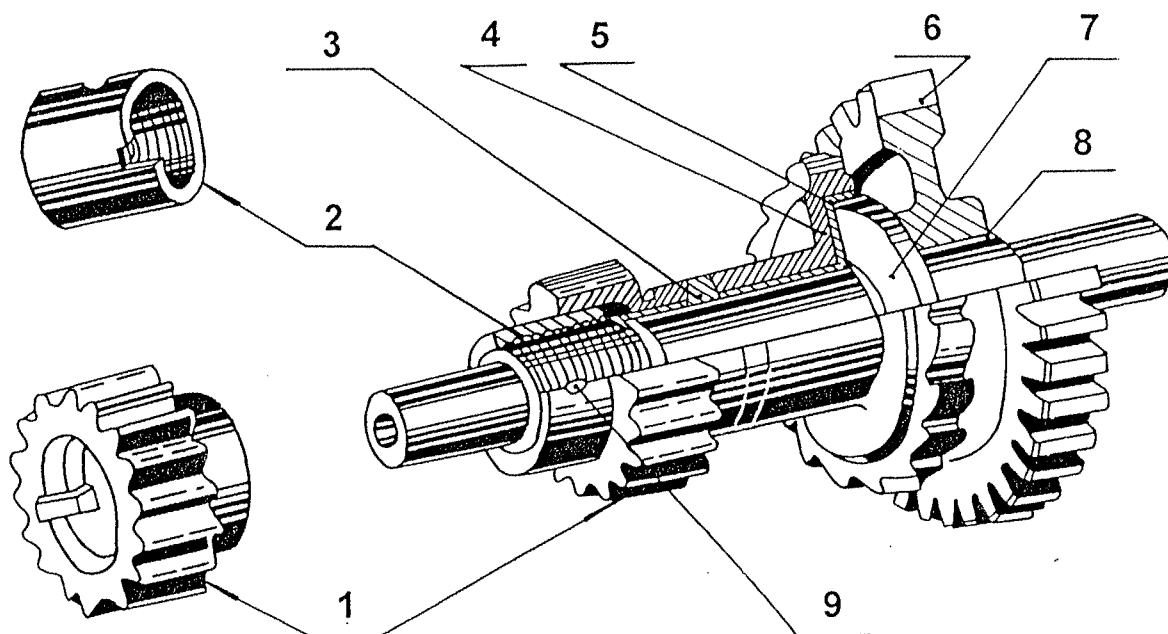

Рис. 10. Фрикционный тормоз лебедки:
- фрикционного тормоза (см. рис. 10), в который входят: шестерня 6, бронзовое кольцо 5, храповое колесо 4, корпусная втулка 3, шестерня 1, специальная гайка 2 и ось тормоза 7. Шестерня 1 на торце со стороны специальной гайки 2 имеет винтовую впадину, а специальная гайка 2 на торце со стороны шестерни 1 имеет соответствующий винтовой выступ, шестерня 6 закреплена на оси тормоза 7 при помощи шпонки 8. Бронзовое кольцо 5, храповое колесо 4, корпусная втулка 3 и шестерня 1 свободно посажены на ось 7. Специальная гайка 2 закреплена на оси 7 при помощи штифта 9 так, что зазор между винтовым выступом на ее торце и винтовой впадиной на торце шестерни 1 находится в пределах 0,2...0,4 мм;